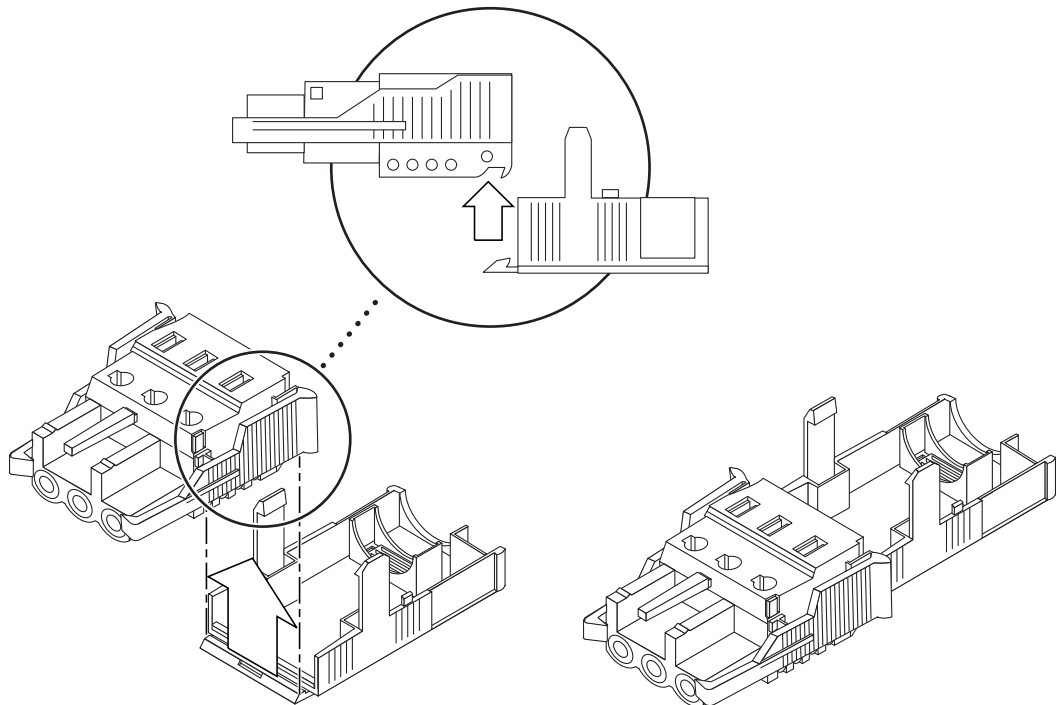

ABBILDUNG 3-6 Hineinschieben des Unterteils der Zugentlastungsvorrichtung
1. Drücken Sie den Unterteil der Zugentlastungsvorrichtung so weit in die Kerbe am Gleichstromstecker hinein, bis er einrastet (siehe ABBILDUNG 3-6).